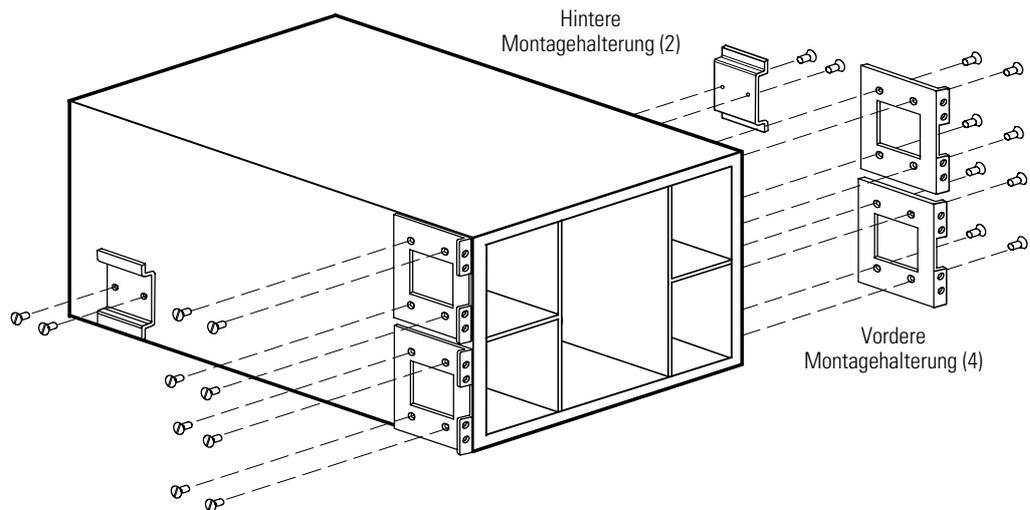

Abbildung 20. Einbauen der vorderen und hinteren USV-Montagehalterungen
11. Die vier vorderen Montagehalterungen nach den Schraubenbohrungen auf der Seite des USV ausrichten und mit den mitgelieferten 16 M4-Senkkopfschrauben sichern (siehe Abbildung 20).